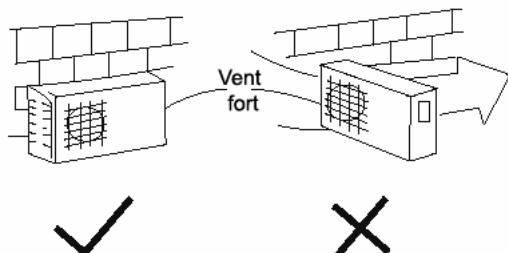

Figure 16
- En cas de vent extrêmement fort, empêchez l'air de circuler dans la partie arrière de l'unité. (cf. figure 16)